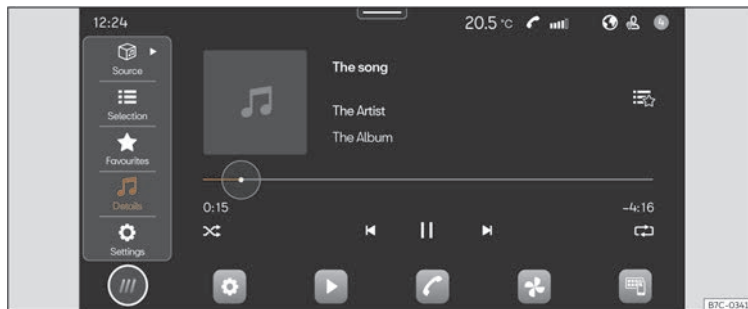

Fig. 157 Reprezentare schematică: Vedere Media
- Apăsați **HOME** > ► >>> **fig. 157**.